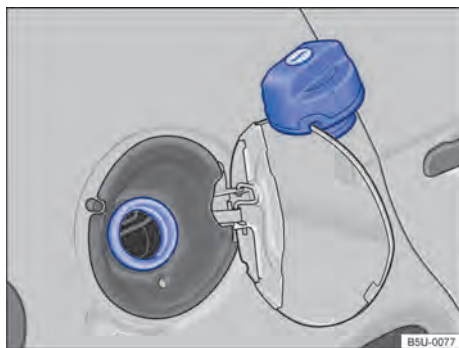

Fig. 142 Portinhola do tanque de combustível aberta com a tampa do tanque de combustível pendurada.
- Girar a tampa do tanque no sentido anti-horário e pendurá-la em cima da portinhola do tanque de combustível → Fig. 142.